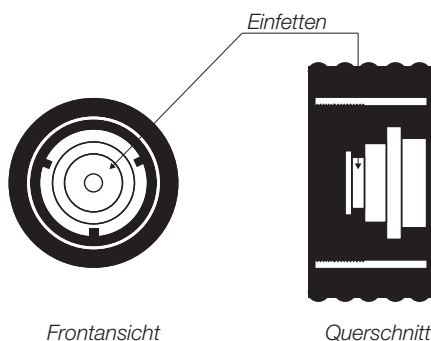

Abb. 3
6. Die Schnellkupplung, die den Auszieher aufnimmt, regelmäßig einfetten. (Siehe Abb. 3).